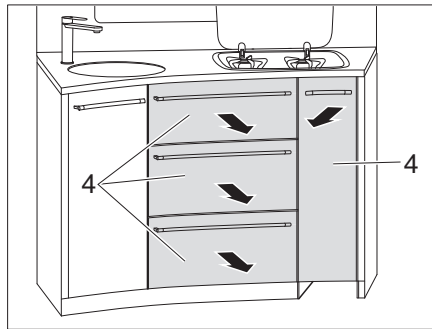

Fig. 120 Extraer los cajones de la cocina
- Extraer los cajones de la cocina (Fig. 120,4).